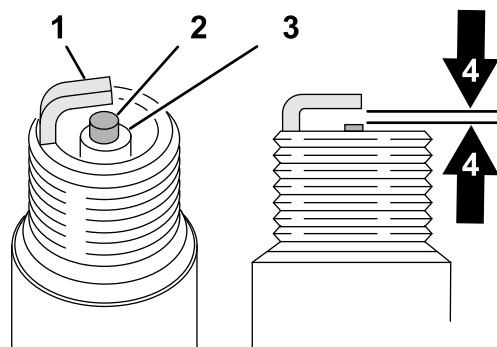

Figura 30
4. Inspeccione o tampão para detetar desgaste e danos (Figura 30).
5. Verifique a folga da vela com um indicador (Figura 30).